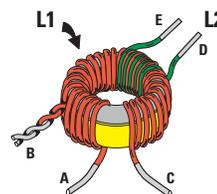

Figure 6 : La bobine L2, composée de 6 spires, est bobinée sur L1, pratiquement à la moitié de son enroulement.
**Bobine L2 :** Prenez un morceau de fil de cuivre émaillé de 0,3 mm d'environ 12 cm de long et sur l'enroulement L1, bobinez 6 spires (voir figure 6, les extrémités D et E).
Figure 5 : Pour la gamme des 3,5 MHz, vous devez bobiner sur L1, un total de 45 spires avec une prise B à la 10e spire (voir article). Sur la même bobine L1, vous devez également bobiner L2 comme cela est visible sur la figure 6.